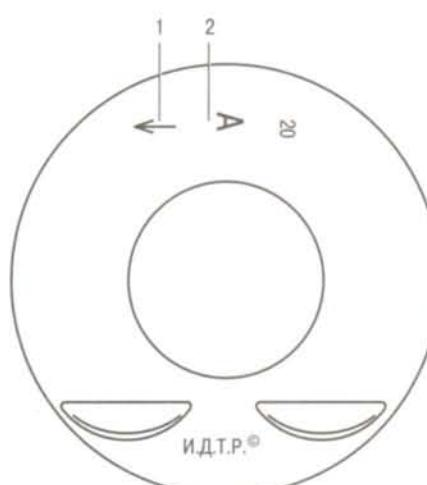

Рис. 5.29. Маркировка поршня: 1 – указатель передней части двигателя; 2 – класс поршня
9. При замене деталей шатунно-поршневой группы необходимо подобрать поршни к цилиндрам по классу и одной группы по массе, а также поршневые пальцы к поршням по классу и шатунам по массе. Класс поршня нанесен на его верхнюю часть (рис. 5.29), а класс цилиндров – на правую стенку блока цилиндров между 2-м и 3-м цилиндрами.
18. Вставьте шатун в поршень, смажьте поршневой палец моторным маслом и запрессуйте его в шатун на том же приспособлении, на котором палец выпрессовывали, или с помощью молотка и подходящей оправки, вставленной во внутреннее отверстие пальца. Поршень должен прижиматься бобышкой к верхней головке шатуна в направлении запрессовки пальца, что позволит ему занять правильное положение. Направление запрессовки должно совпадать с направлением стрелки 1 (см. рис. 5.29), нанесенной на верхнюю часть поршня.
При установке поршней в цилиндры стрелки 1 (см. рис. 5.29) на поршнях должны быть направлены в сторону передней части двигателя.